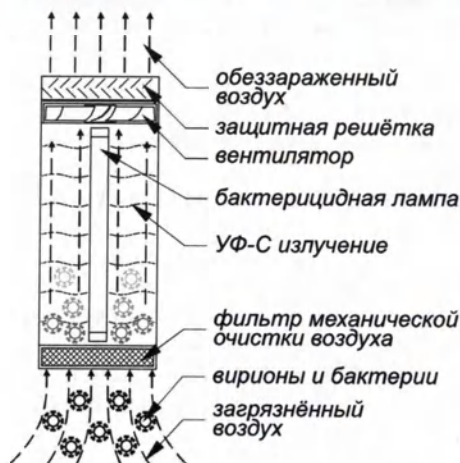

Рисунок 1. Общая конструкция и принцип действия бактерицидного облучателя закрытого типа
1.3. Облучатель-рециркулятор состоит из корпуса, образованного основанием и крышкой, внутри которого размещены от одной до пяти бактерицидных ультрафиолетовых ламп низкого давления, являющихся источником УФ-С излучения в полосе с максимумом ~254 нм. Принудительная циркуляция обеспечивается одним или несколькими электрическими вентиляторами. На входе воздушного потока установлен фильтр. Фильтр и вентиляторы закрыты защитными решётками. Корпус образует закрытую камеру облучения и предотвращает выход УФ-С излучения. На внешней поверхности корпуса размещены органы управления и индикации. Общая конструкция рециркулятора показана на рис.1. Количество вентиляторов и их производительность, количество ламп и их мощность, в зависимости от исполнения, указаны в Таблице 4.